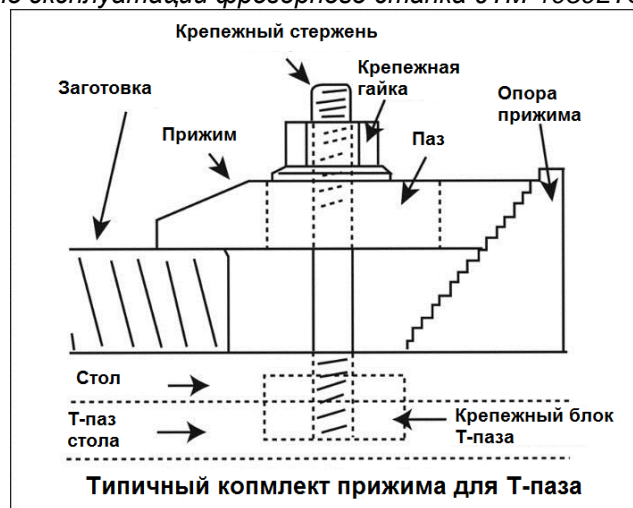

Рисунок 15
3. Закрепите заготовку при помощи прижимов Т-образного паза, стержней и ступенчатых опор, если это необходимо (Рис.15).